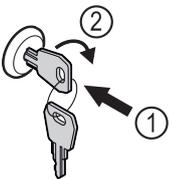

Fig. 110
- ▶ Schlüssel hineindrücken Fig. 110 (1).
- ▶ Schlüssel um 90° im Uhrzeigersinn drehen Fig. 110 (2).